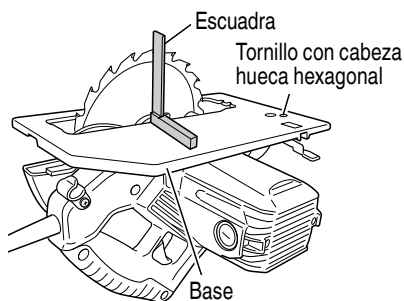

Fig. 20
(1) Gire la cara de la base hacia arriba (Fig.20), y afloje la palanca (A).
(2) Aplique una escuadra a la base y la cuchilla de la sierra y, girando el tornillo con cabeza hueca hexagonal con una llave de barra hexagonal, desplace la posición de la base hasta conseguir el ángulo recto deseado.